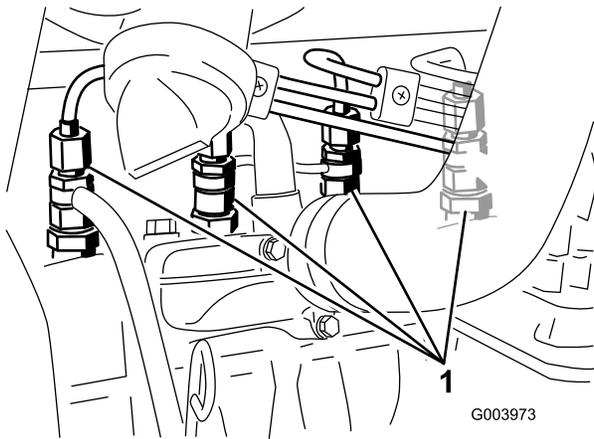

Figura 67
1. Afloje la conexión entre el tubo y el conjunto de boquilla y soporte N° 1 (Figura 67).